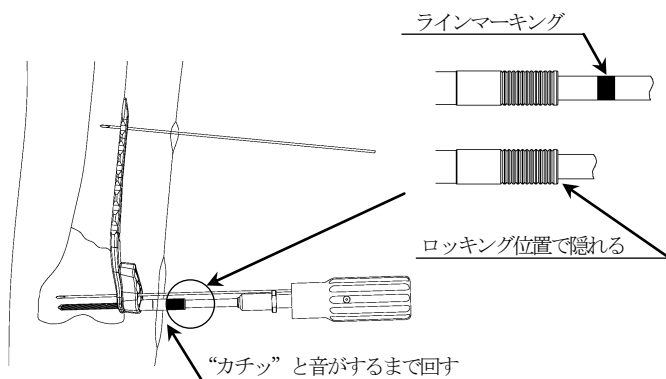

図8
- 9) ヘクスローブ25パワービンドライバーの後端にトルクリミッターハンドル4.0N・mを接続し、軸芯を傾けないよう選択した長さの5.0 ロッキングスクリューを挿入します。プレートとスクリューのロック位置は、ドライバー軸のラインマーキングがスクリュースリーブに隠れた位置となります。(図8)
- トルクリミッターハンドルに切り替えて用手的にプレートとスクリューのロックを行います。(図8)